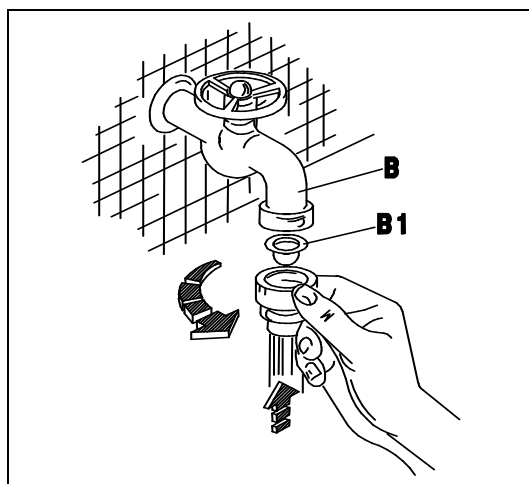
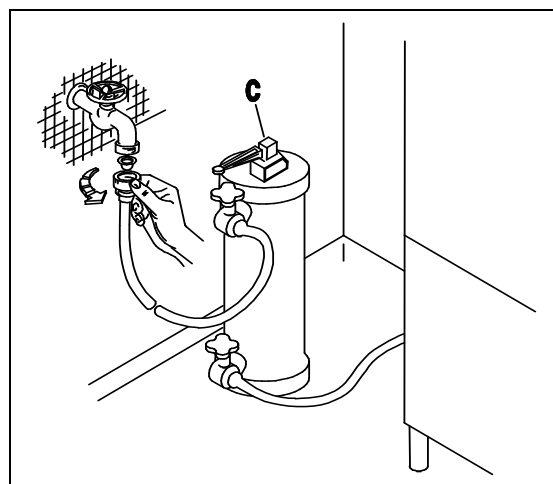
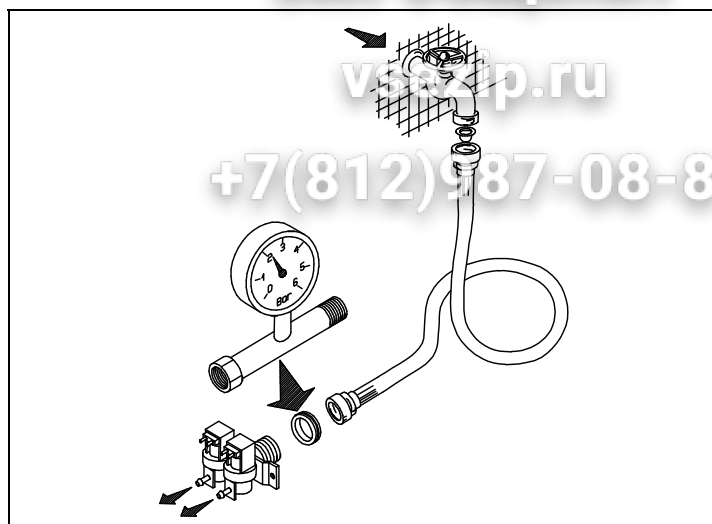
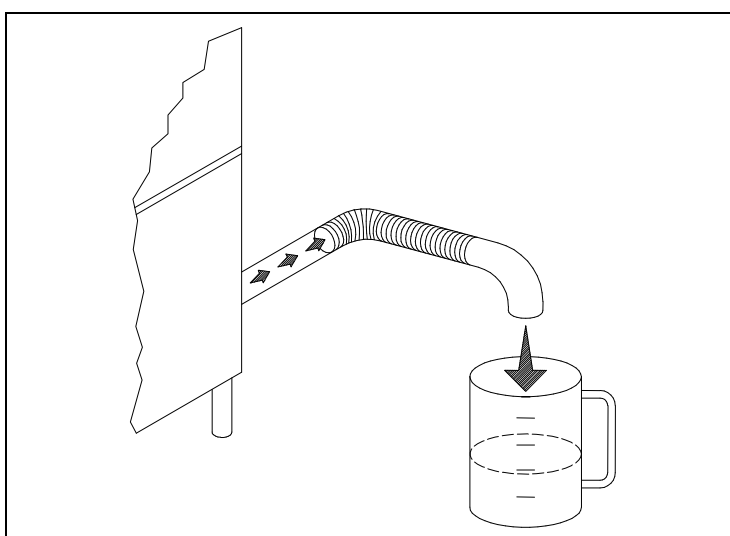

Fig. 2-2
Fig. 2-3
Fig. 2-4
Fig. 2-5
- L'apparecchio è previsto per l'allacciamento all'acqua fredda o calda (max 50 ÷ 55°C), con una pressione a valvola aperta come indicato nella Tab. 2-1. In caso di pressione superiore alla massima consigliata, bisogna installare un riduttore di pressione. In caso di pressione inferiore alla minima consigliata, bisogna installare una pompa di aumento pressione di max 0.5 Hp, con una portata di 20 L/min ed una prevalenza di 15÷20 mt.. Il controllo della pressione deve essere effettuato all'ingresso dell'elettrovalvola (ved. fig.2-4). La condotta dell'acqua deve avere un diametro interno di almeno 16/18 mm (ved.fig.2-5). Collegare il tubo di carico acqua dell'apparecchio ad un rubinetto d'intercettazione (B), posto preferibilmente nelle immediate vicinanze dell'apparecchio, interponendo l'apposito filtro in dotazione (B1) (ved. fig.2-2). Per acque con durezza media superiore ai 10/12°F (5,5/7°D) è consigliata l'installazione di un decalcificatore (C) (non in dotazione), montato a monte dell'elettrovalvola della macchina (ved.fig.2-3).
- The appliance is designed for connection to the cold or hot water supply (max. 50 55°C) at a mains pressure with the valve open as shown in Table 2-1 and a minimum output of 10 litres/min. If pressure exceeds the maximum, fit a pressure reducer. If pressure is lower than the minimum, fit a pressure booster pump of max. 0.5 HP, with an output of 20 litres/min. and a head of 15÷20 metres. Pressure must be measured at the solenoid valve inlet (see fig. 2-4). The water pipes must have an internal diameter of at least 16/18 mm (see fig. 2-5). Connect the appliance water supply pipe to a cut-out tap (B), preferably placed close to the appliance, fitting the special filter provided (B1) (see fig. 2-2). For water with medium hardness above 10/12°F (5,5/7°D), installation of a decalcifier (C) (not provided) is recommended, assembled upstream of the machine's electrovalve (see fig. 2-3).
- Das Gerät ist für den Anschluss an Warm-und Kaltwasser (max. 50-55°C) vorgesehen, wobei der Druck bei offenem Ventil dem in Tab. 2-1. Bei höherem Druck als dem empfohlenen einen Druckminderer installieren. Bei niedrigeren Druck als empfohlen eine Druckerhöhungspumpe mit max. 0,5 PS , einer Förderleistung von 20l/min und einer Förderhöhe von 15-20m installieren. Die Druckkontrolle muss am Eingang des Elektroventils erfolgen (siehe Bild 2-4). Die Wasserleitung muss einen Innendurchmesser von mindestens 16/18 mm aufweisen (siehe Bild 2-5). Den Zulaufschlauch des Gerätes an einen möglichst nahegelegenen Wasserhahn (B) anschliessen und den vorgesehenen Filter (B1) anbringen (siehe Bild 2-2). Pour une eau d'une dureté moyenne supérieure à 10/12°F (5,5/7°D) il est conseillé d'installer un détartreur (C) (non fourni), monté en amont de l'électrovanne de la machine (siehe Bild 2-3).
- L'appareil peut être raccordé à l'eau froide ou chaude (50:55°C max) à une pression, soupape ouverte, comme indiqué dans le Tableau 2-1. Si la pression dépasse la pression maximum conseillée, il faut installer un réducteur de pression. Si la pression est inférieure à la pression minimum conseillée, il faut installer une pompe pour faire augmenter la pression de 0,5 Hp max., à un débit de 20 litres /min et à une hauteur d'élévation de 15-20 m. Le contrôle de la pression sera effectué à l'entrée de l'électrovanne (voir fig. 2-4). Les conduites d'eau auront un diamètre interne d'au moins 16/18 mm (voir fig. 2-5). Raccorder la conduite d'arrivée de l'eau de l'appareil à un robinet secondaire (B), installé si possible tout près de l'appareil, après avoir intercalé le filtre spécial fourni (B1) (voir fig. 2-2). Nous conseillons Pour une eau d'une dureté moyenne supérieure à 10/12°F (5,5/7°D) il est conseillé d'installer un détartreur (C) (non fourni), monté en amont de l'électrovanne de la machine (voir fig. 2-3).
- Este aparato se puede alimentar con agua caliente o fría (máx. 50 ÷ 55°C); la presión del agua con válvula abierta está indicada en la Tabla 2-1. En caso de que la presión fuera superior a la máxima que se aconseja, instale un reductor de presión; si fuera demasiado baja, instale una bomba de aumento de presión de 0,5 Hp (máximo), con un caudal de 20 litros por minuto y una altura de elevación de 15 a 20 m. El control de la presión se debe efectuar en la entrada de la electroválvula (véase fig. 2-4). La tubería del agua debe tener un diámetro interior de 16-18 m. por lo menos (véase fig. 2-5). Conecte el tubo de alimentación del agua del aparato a un grifo de paso (B), que irá montado preferentemente muy cerca del aparato, tras interponer el filtro (B1) del equipamiento base (véase fig. 2-2). Para aguas con dureza media inferior a los 10/12°F (5,5/7°D) se recomienda instalar un descalcificador (C) (no incluido en el suministro), instalado aguas arriba la electroválvula del equipo (véase fig. 2-3).
- O aparelho é predisposto para ser alimentado com água fria ou quente (máx 50-55°C), com uma pressão, com a válvula aberta, como indicado na Tab. 2-1 e com um fluxo de 10 lt/min. No caso de uma pressão superior à máxima indicada, é necessário instalar um redutor de pressão. No caso de a pressão ser inferior à indicada, é necessário instalar uma bomba de máx 0,5 Hp, com um fluxo de 20 lt/min. O controle da pressão deve ser efetuado na entrada da electroválvula (ver figura 2-4). O tubo de água ou mangueira deve ter um diâmetro interno de pelo menos 16/18 mm (ver fig. 2-5). Conectar o tubo de alimentação de água do aparelho à uma torneira de fechamento manual (F), colocada de preferência próxima ao aparelho, conectando o filtro em dotação (B1) (ver fig. 2-2). Para a água com dureza média abaixar a 10/12 ° F (5,5 / 7 ° D) recomendamos a instalação de um purificador de água (C) (não incluído na entrega), a válvula solenóide instalado a montante do equipamento (ver fig. 2-3).
- Het apparaat is geschikt voor aansluiting op warm of koud water (max. 50 - 55°C), met een druk bij geopend ventiel zoals aangegeven in Tab. 2-1. Bij een hogere druk dan de geadviseerde maximum druk moet er een drukregelaar geïnstalleerd worden. Bij een lagere druk dan de geadviseerde minimum druk moet een drukverhogingspomp van max. 0,5 HP geïnstalleerd worden met een opbrengst van 20 l/min en een opvoerhoogte van 15-20 m. De controle van de druk moet op de ingang van het elektroventiel gecontroleerd worden (zie afb. 2-4). De waterslang moet een inwendige diameter van ten minste 16/18 mm hebben (zie afb. 2-5). Sluit de watertoevoerslang van het apparaat aan op een afsluitkraan (B) die bij voorkeur dicht bij het apparaat geplaatst moet zijn en zet het speciale meegeleverde filter (B1) ertussen (zie afb. 2-2). Voor water met een gemiddelde hardheid boven de 10/12 ° F (5,5 / 7 ° D), wordt de installatie van een ontkalker (C) (niet meegeleverd) aanbevolen, stroomopwaarts van electroklep de machine gemonteerd (zie afb. 2-3).